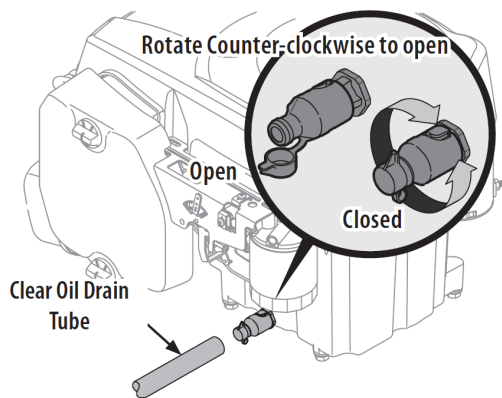

Figure 34
4. オイルドレンバルブの端にある保護キャップを開いて、ドレンポートを露出させます。図34を参照